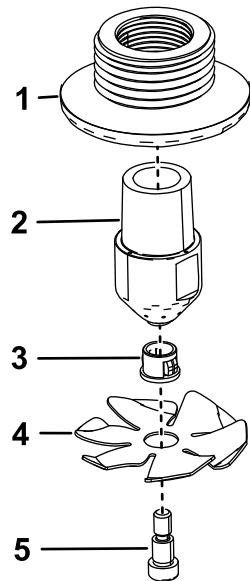

Figure 4
- Assemblez les 2 buses de rinçage comme montré à la Figure 4.